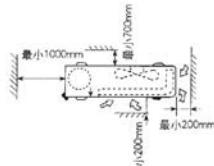

图4 机器户外部分所需空间
(1) 安装场所必须满足如下要求:
- 确定机器四周留有充分空间，并尽可能地远离障碍物，以便操作和维修，见图4。机组安装处应有二个以上方向是敞开的。
(2) 安装